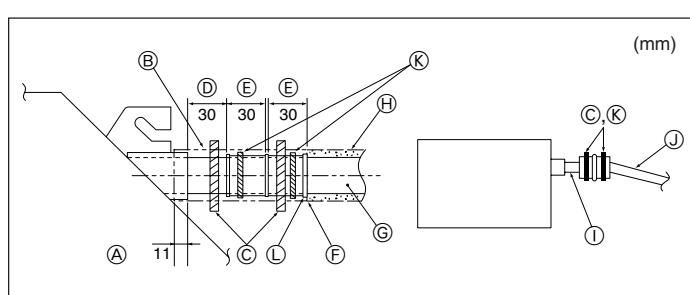

Fig. 3-5
1. Conecte el tubo de desagüe (suministrado con la unidad) al orificio de desagüe. (Sujete el tubo con cinta aislante y asegure la conexión con una abrazadera.) (Fig. 3-5)